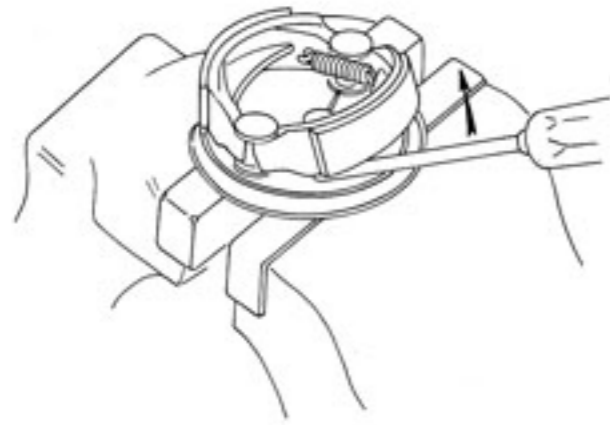

Fig. 1
- Coincer un tournevis entre le flasque et une mâchoire, faire levier pour la dégager (Fig. 1) et sortir l'autre mâchoire.